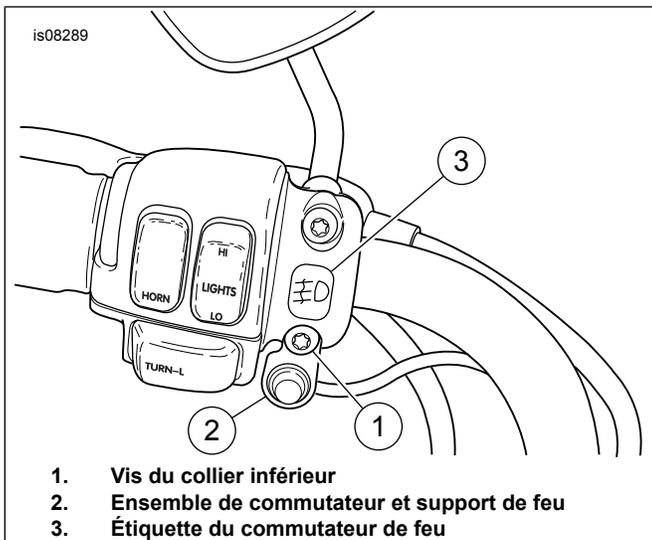

Figure 7. Installer le commutateur de feu sur la bride de commande d'embrayage (modèles de 1996 et plus récents illustré)
15. Voir Figure 7. Retirer la vis inférieure (1) et la rondelle du collier de commande d'embrayage et installer l'ensemble de commutateur de feu et de support (2). Installer la vis et la rondelle et serrer à un couple de 7 à 9 N·m (60 à 80 lb·po). **Pour les applications internationales :** Placer l'étiquette de commutateur de feu antibrouillard (3) sur la bride de commande d'embrayage.